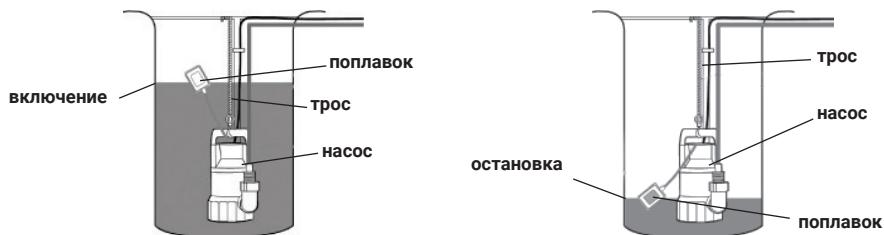

рис.3
3. Насос оснащён поплавковым выключателем, который необходимо отрегулировать на определенный уровень воды для своевременного включения и выключения насоса, как изображено на рис.3. Убедитесь, что при минимальном уровне воды насос отключается. При установке насоса необходимо убедиться в том, что имеется достаточно места для свободного перемещения поплавкового выключателя, а также в том, что отверстия в зоне всасывания не перегорожены полностью или частично. После того, как насос опущен в воду, можно подключить его к электросети.